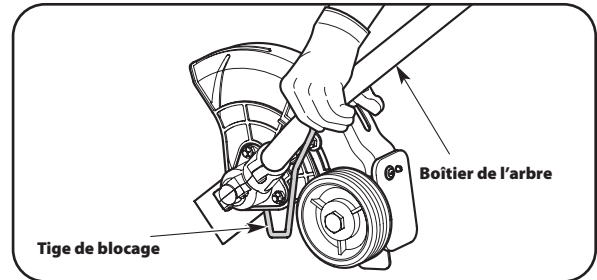

Figure 4
3. Pendant que vous retenez la tige de blocage, desserrez l'écrou autobloquant avec une clé de 13 mm en le tournant vers la droite. Voir Figure 4.
6. Pendant que vous retenez la tige de blocage, serrez l'écrou autobloquant en le tournant vers la gauche. Voir Figure 4. Lorsque vous serrez l'écrou, assurez-vous que la lame soit plaquée contre l'arbre de sortie et bien centrée. Si vous utilisez une clé dynamométrique, serrez l'écrou à un couple de 37 à 38 N m (de 325 à 335 po-lb). Si vous ne disposez pas d'une clé dynamométrique, serrez l'écrou avec une clé de 13 mm jusqu'à ce que l'écrou touche le support de retenue et que la lame est bien serrée. Assurez-vous que la lame est bien installée, puis tournez l'écrou d'un quart à un demi tour supplémentaire.